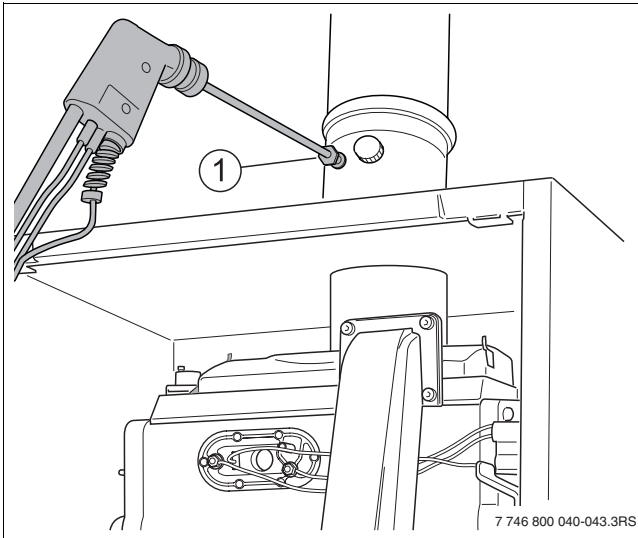

Fig. 66 Punct de măsurare pentru gaze arse
- ▶ Măsurați valoarea CO la nivelul punctului de măsurare pentru gaze arse (→ fig. 66, [1]).